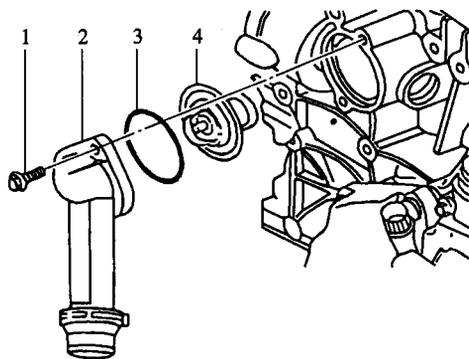

图 1-13 拆卸节温器
(1) 使发动机前端位于维修工作台上。
(2) 在点火开关切断的情况下,拔下蓄电池搭铁线。
(3) 排放冷却液。
(4) 拆卸 V 带及发电机。
(5) 从连接体上拆下冷却液管。
(6) 松开螺栓,取出节温器盖、O 形密封圈和节温器,如图 1-13 所示。